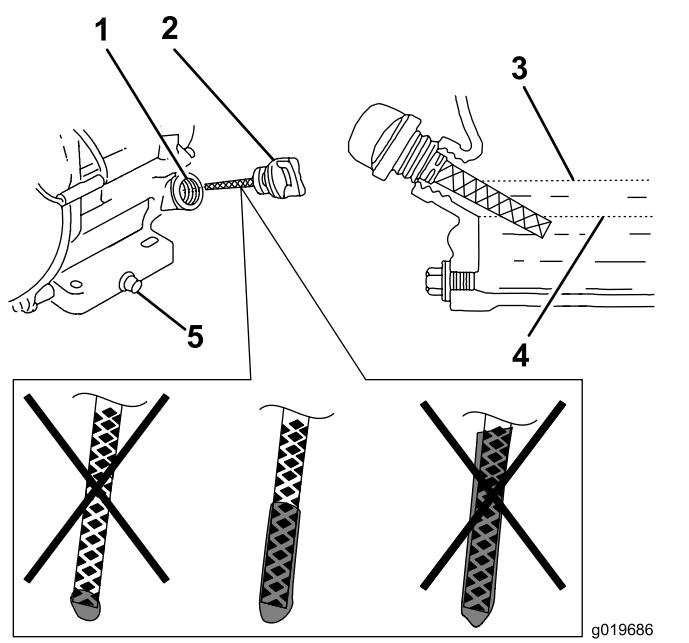

Figura 11
6. Retire la varilla y compruebe el nivel de aceite del motor (Figura 11).